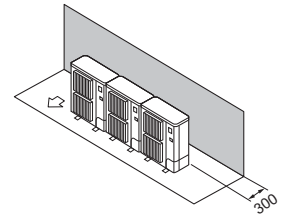

Fig. 3-11
- ① Hindernisse nur auf der Rückseite (Fig. 3-11)